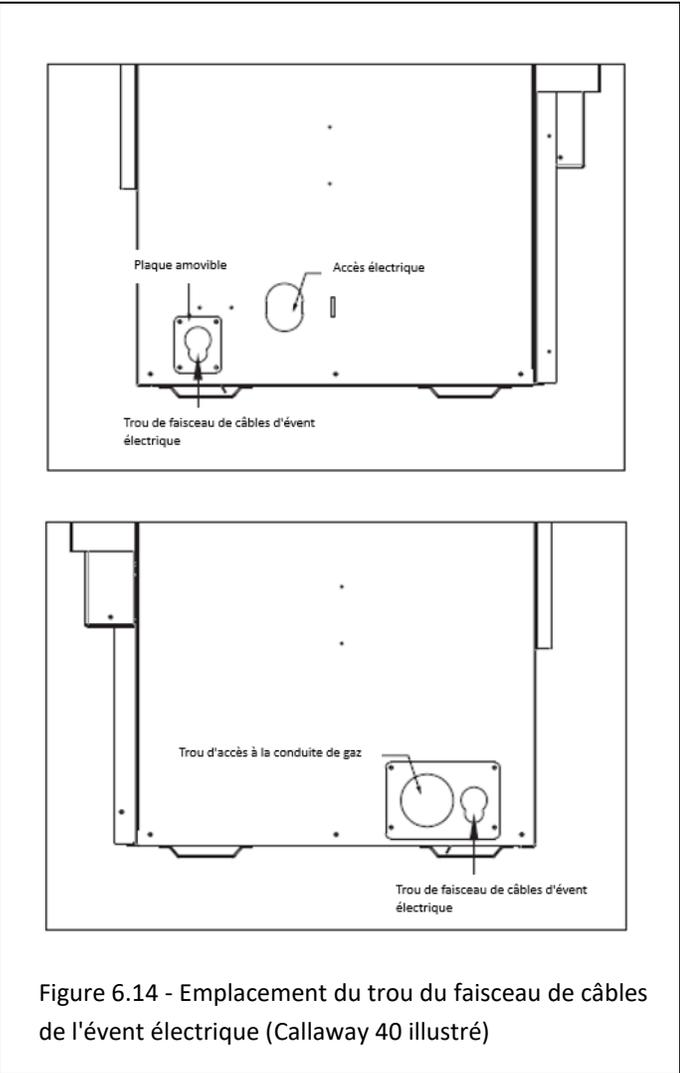

Figure 6.14 - Emplacement du trou du faisceau de câbles de l'évent électrique (Callaway 40 illustré)
3. Ensuite, nous câblerons l'autre extrémité du faisceau de câbles au foyer. Localisez le(s) trou(s) du faisceau de câbles de l'évent électrique sur le foyer. Votre modèle peut avoir un trou d'un côté du foyer ou un trou de chaque côté du foyer. Planifiez en conséquence lors de la commande de votre faisceau de câbles KPV. Les orifices du faisceau de câbles de l'évent électrique sont situés sur une plaque amovible. Retirez les vis qui fixent la plaque à la coque extérieure pour un accès plus facile. Remettez la plaque lorsque vous avez terminé. Voir Figure 6.14.